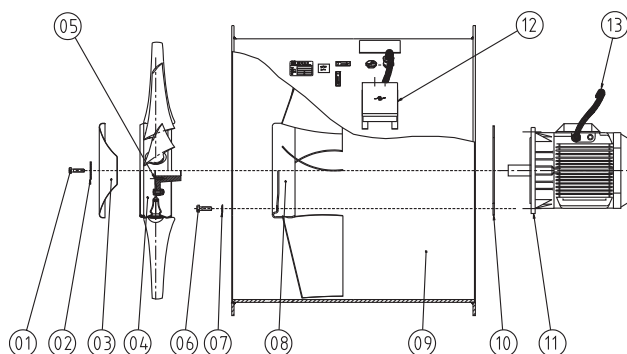

Fig. 11. Demontering och montering av axial fläkt ACN/ACW/ARN
6.5 Demontering av motor i typ ACN/ACW/ARN (se fig. 11)
6.6 Montering av motor i typ ACN/ACW/ARN (se fig. 11)